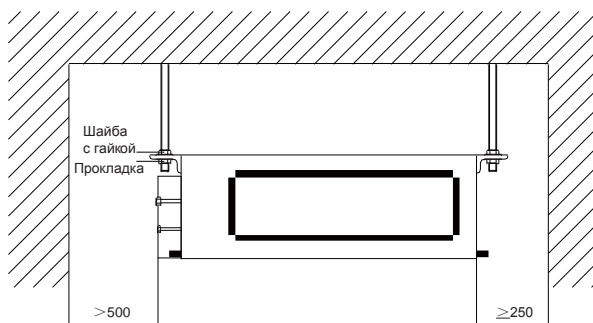

Рис. 2
- 4) необходимо обеспечить монтажные зазоры, указанные на рис. 2;